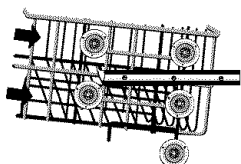

Figure 7/Ilus. 7
- 3) Re-insert the rack with the other set of rollers on the roller guides, as shown in Figure 7.
- 3) Réinsérer le panier avec l'autre jeu de roulettes sur le guide, comme à la figure 7.
- 3) Reintroduzca el estante con el otro conjunto de rodillos en los rieles para los rodillos, tal como muestra la Ilustración 7.